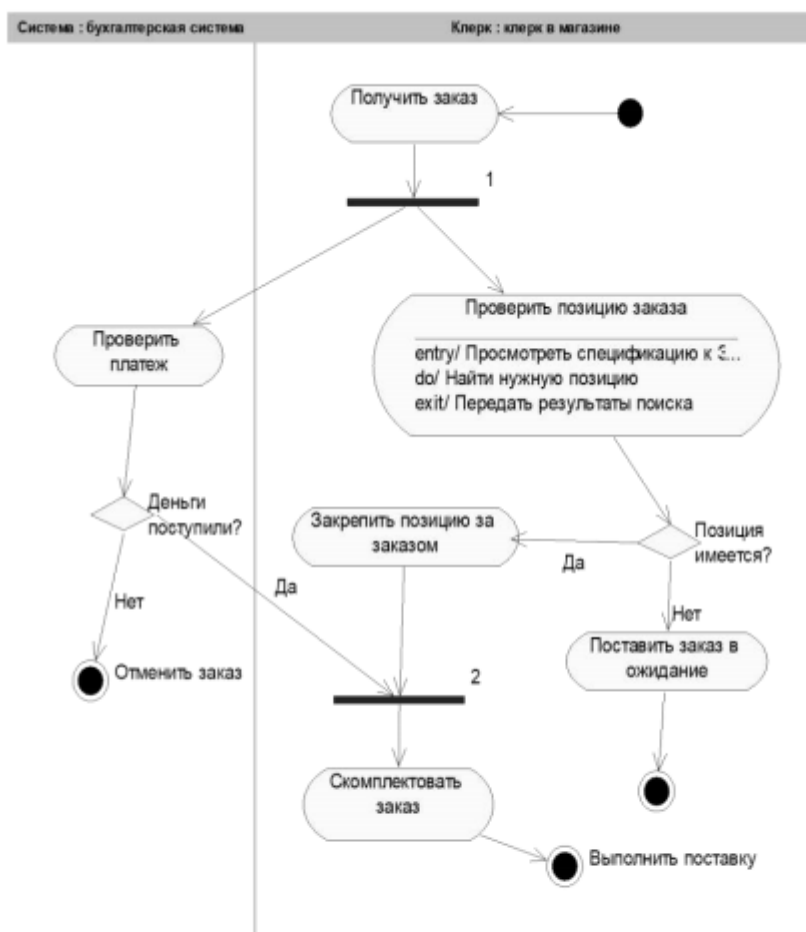

Рис. 6 Диаграмма активности для варианта использования «Выполнить поставку заказа»
21. Путем перемещения объектов (установить курсор мыши- нажать- тащить- отпустить) привести диаграмму к виду, показанному на рис. 6.